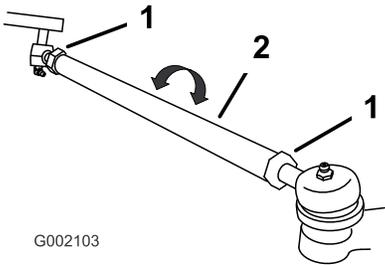

Figura 16
- 2. Si la medida no está dentro del intervalo especificado (consulte las dimensiones y los parámetros que figuran al principio de este procedimiento), afloje las contratuercas en ambos extremos de las bielas (Figura 16).